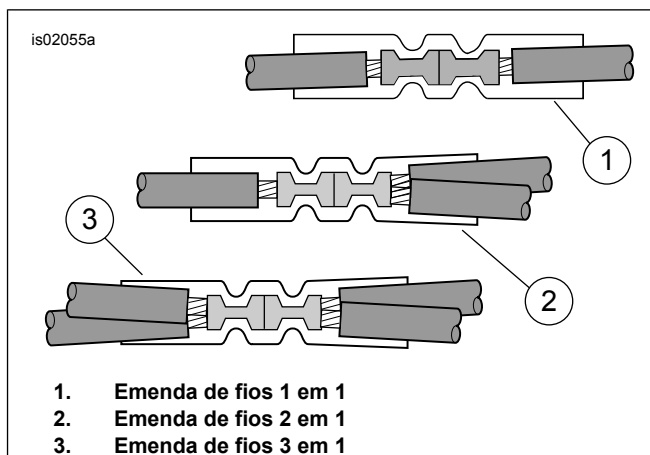

Figura 15. Configurações da emenda
3. Veja Figura 15, a configuração de emenda de fios 2 em 1. Use um conector de emenda selada **vermelho** ( Figura 27, Item 4) do kit para emendar o fio do transmissor do mecanismo de abertura da porta da garagem nos fios **pretos** do farol dianteiro. Corte o fio da cobertura do chicote de fios, conforme necessário, para ajudar na emenda.
1. Veja Figura 15, a configuração de emenda de fios 2 em 1. Use um conector de emenda selada **vermelho** ( Figura 27, Item 4) do kit para emendar o fio preto (13) do kit no fio terra preto do transmissor de acordo com as instruções do apêndice do Manual de serviços. Deslize o conduíte (10) do kit sobre a emenda do fio terra.
4. Selecione o 6,4 mm (1/4 in) terminal de anel (7) do kit. Crimpe o terminal de anel no fio preto do transmissor de acordo com as instruções da ferramenta de crimpar Packard no apêndice do Manual de serviço.
4. Veja Figura 15, a configuração de emenda de fios 2 em 1. Use um conector de emenda selada **vermelho** ( Figura 27, Item 4) do kit para emendar o fio de alimentação do chicote de fios principal do mecanismo de abertura da porta da garagem nos fios laranja/branco do chicote de fios principal, conforme as instruções do apêndice do Manual de serviço.
6. Veja Figura 15, a configuração de emenda de fios 1 em 1. Use um conector de emenda selada **azul** ( Figura 27, Item 5) do kit para emendar o fio de alimentação do chicote de fios principal do mecanismo de abertura da porta da garagem no fio adaptador, conforme as instruções do apêndice do Manual de serviço.
3. Veja Figura 15, a configuração de emenda de fios 2 em 1. Use um conector de emenda selada **vermelho** ( Figura 27, Item 4) do kit para emendar o fio de alimentação do chicote de fios principal do mecanismo de abertura da porta da garagem nos fios laranja/branco, conforme as instruções do apêndice do Manual de serviço.
3. Veja Figura 15, a configuração de emenda de fios 2 em 1. Use um conector de emenda selada **vermelho** ( Figura 27, Item 4) do kit para emendar o fio de alimentação do chicote de fios principal do mecanismo de abertura da porta da garagem nos fios laranja/branco do chicote de fios principal, conforme as instruções do apêndice do Manual de serviço.